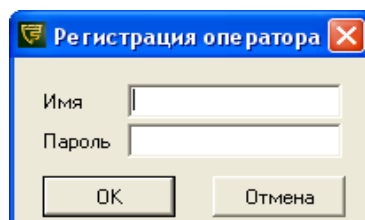

Рисунок 4.1
- 4.2.5 Нажмите кнопку мыши или клавишу Enter для запуска программы **FortPost-M**. На экране появится окно входа в систему (рисунок 4.1).
- «Смена оператора». Для смены оператора системы установите указатель мыши на подпункт «Смена оператора» и нажмите левую кнопку мыши, появится окно (рисунок 4.1). Введите имя и пароль нового оператора.